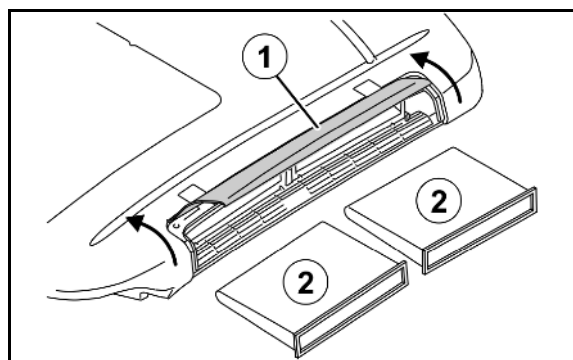

Fig. 185
1. Afmonter recirkulationsgitteret (Fig. 185/1).